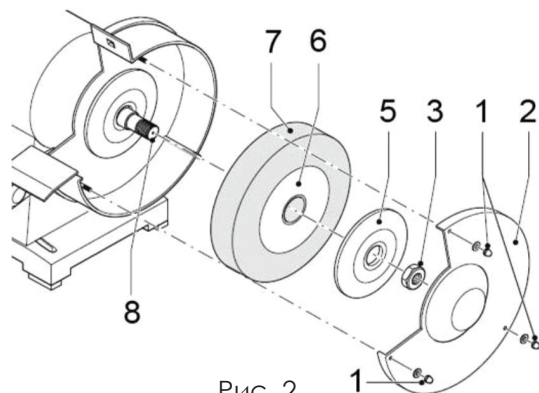

Рис. 2
2. Открутите три гайки (1) (см. Рис. 2).
3. Снимите защитный кожух (2).
4. Открутите гайку (3) шпинделя (8)
5. Снимите со шпинделя(8) внешний фланец (5), прокладку(6) и круг (7).
6. Установите на шпиндель (8) новый круг.
7. Установите на шпинделе(8) прокладку(6), внешний фланец(5) и наденьте на него гайку(3).
9. Наденьте обратно три гайки (1) и крепко затяните их.